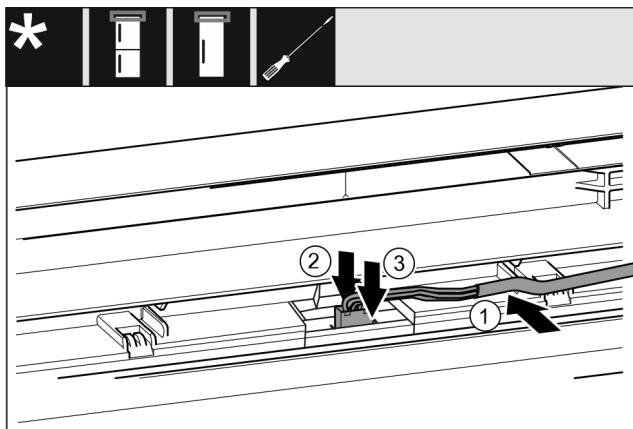

Fig. 44
- Вложите серый кабель в направляющую в верхней двери. Fig. 44 (1)
- Прижмите язычок защелки назад. Fig. 44 (2)
- Зафиксируйте штекер. Fig. 44 (3)